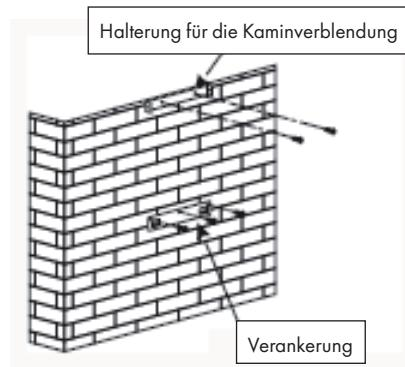

Abbildung 1
1. Montieren Sie die Verankerung, nachdem Sie die Montagehöhe festgelegt haben, in einer geraden Linie an einer geeigneten Stelle. Die Position, an der die Halterung für die Kaminverblendung installiert wird, bestimmt die Position des Kamins (siehe Abbildung 1).